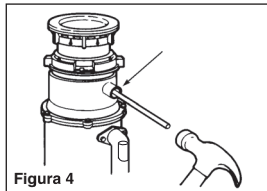

Figura 4
A. Usando um instrumento (pino de aço ou madeira) e um martelo, retire a peça plástica que obstrui a tubulação (Figura 4). Não use uma chave de fenda ou um instrumento pontiagudo. Após remoção da peça plástica, pode-se remover ou simplesmente moer a peça que se desprenderá do aparelho. Isso não danificará o triturador, mas pode demorar algumas utilizações até ser moído completamente.